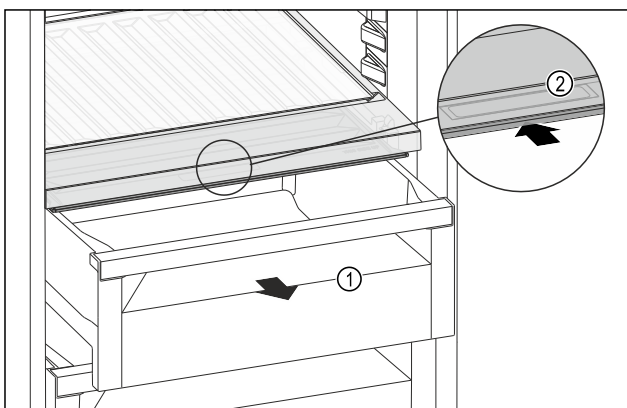

Fig. 129
- Estrarre il cassetto Fig. 129 (1).
- Afferrare la maniglia incassata Fig. 129 (2) sul coperchio dello scomparto e spingere allo stesso tempo all'indietro il coperchio dello scomparto.